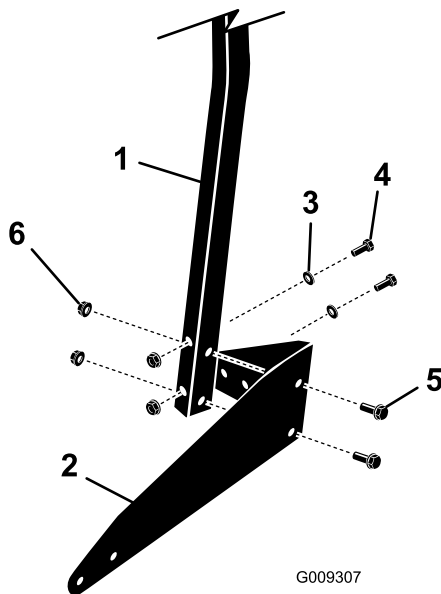

Figura 2
- A. Prenda, sem apertar, os suportes ao tubo de suporte traseiro utilizando quatro parafusos (5/16 x 2³/₄ pol.), quatro parafusos (5/16 x 1³/₄ pol.), quatro anilhas de cabeça chata (5/16 pol.) e oito porcas flangeadas (5/16 pol.) como se mostra na Figura 2.